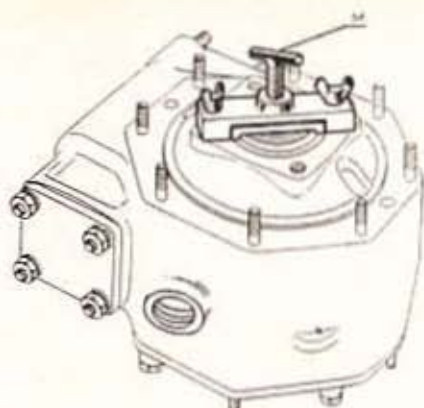

Fig. 114. — La bride (M) appuie la bague extérieure du roulement sur l'anneau de galets côté G.
- Monter la bride M et appuyer la bague extérieure du roulement sur l'anneau de galets (sans forcer) (fig. 114).